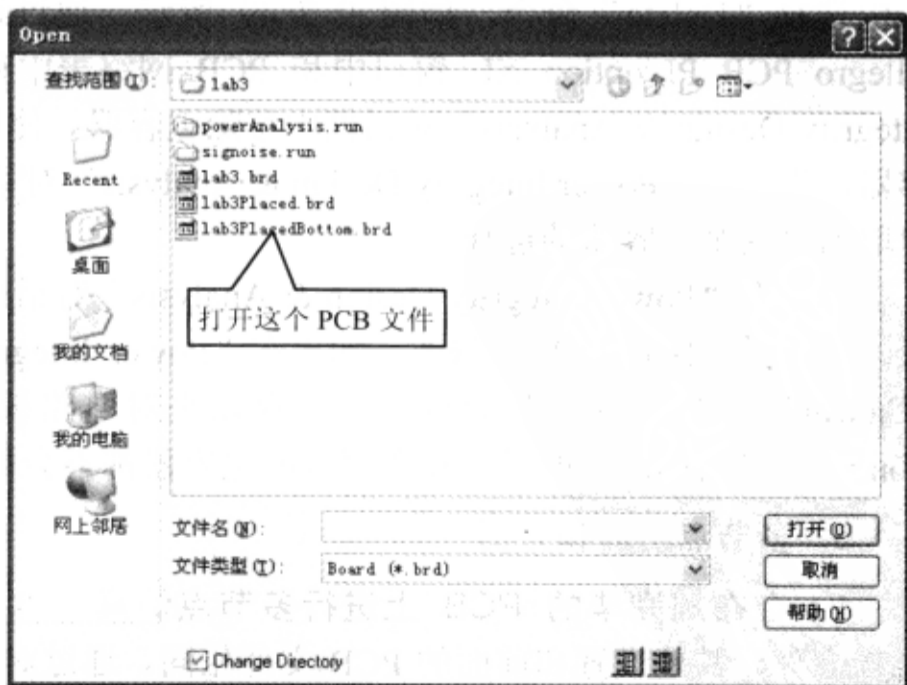

图 9-7-51 “Open”对话框
(2) 单击“否”按钮，弹出“Open”对话框，在对话框中显示了当前的工程目录，如图 9-7-51 所示。